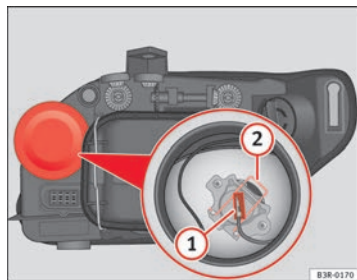

Abb. 197 Fernlicht
- Ziehen Sie den Stecker ⇒ Abb. 197 **1** von der Lampe ab.
- Die Haltefeder ⇒ Abb. 197 **2** durch Eindrücken und Rechtsdrehung abnehmen.